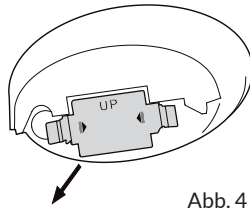

Abb. 4
1. Drücken Sie die „Taste“ auf der Batteriefachabdeckung in Pfeilrichtung und ziehen Sie die Batteriefachabdeckung heraus (siehe Abbildung 4).